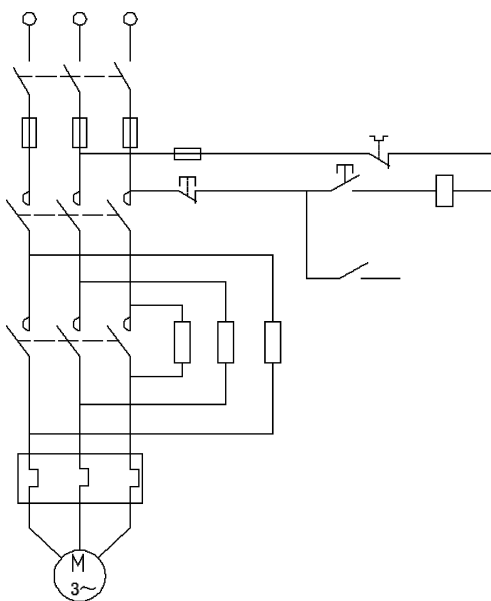

图 6-112 插入 KM1 图块
(20) 在插入的 SB1 和 SB2 图块之间水平线上向下引出一条竖直线，并执行“插入块”命令，插入 KM1 图块到竖直引线下端点，指定插入时的旋转角度为 -90° ，并进行整理，结果如图 6-112 所示。